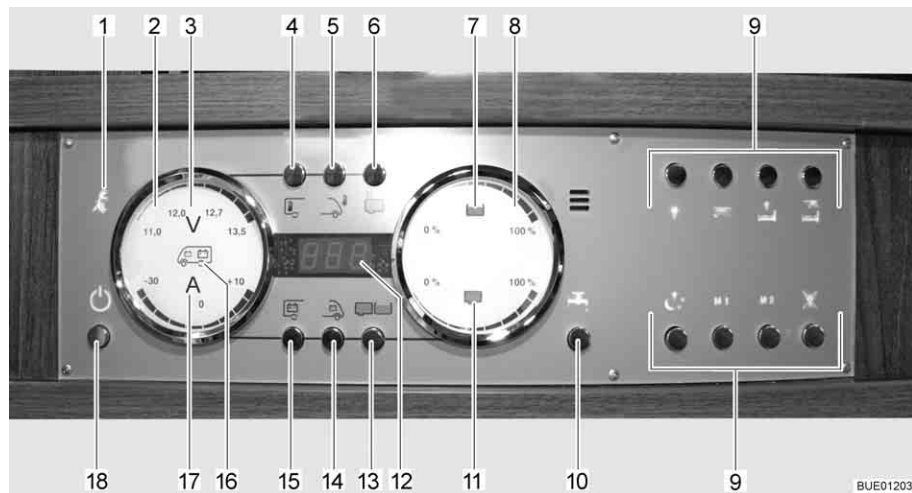

Bild 136 Panel LT 510
230 V-kontrollampan (Bild 136,1) lyser när nätspänningen ligger på elblockets ingång.
Med huvudbrytaren 12 V (Bild 136,18) kopplas panelen och bodelens 12 V-försörjning till eller från.
- Tryck kort på knappen 12 V-försörjning (Bild 136,18). 12 V-försörjningen för bodelen är påslagen. Kontrolllampan "12 V" lyser.
- ▷ Efter aktivering av försörjningen: om lysdioden "11,0" för voltindikeringen samt symbolen volt "V" (Bild 136,3) på indikeringsinstrumentet för batterierna (Bild 136,2) blinkar är bodelsbatteriets spänning för låg. Ladda batteriet.
- ▷ Efter aktivering av försörjningen: om kontrolllampan "12 V" och symbolen volt "V" (Bild 136,3) blinkar tre gånger är batterifrånkopplingen aktiverad. Avaktivera batterifrånkopplingen.
- Tryck kort på knappen 12 V-försörjning (Bild 136,18). 12 V-försörjningen för bodelen är avstängd. Kontrolllampan "12 V-försörjning" slocknar.
- Tryck på knappen bodelsbatteri (Bild 136,15) och håll den intryckt i ca 10 sekunder. Symbolen volt "V" (Bild 136,3) och kontrolllampan "12 V" blinkar tre gånger. Bodelsbatteriet är frånkopplat från 12 V-nätet.
- Tryck på knappen 12 V-försörjning (Bild 136,18) och håll den intryckt i ca 5 sekunder. Symbolen volt "V" (Bild 136,3) och kontrolllampan "12 V" blinkar tre gånger. Bodelsbatteriet är anslutet till 12 V-nätet. Kontrolllampan tänds efter ca 5 sekunder.
- Tryck på knappen bodelsbatteri (Bild 136,15). Symbolen volt "V" (Bild 136,3) lyser. Symbolen ampere "A" (Bild 136,17) lyser vitt eller rött beroende på laddning eller urladdning. Bodelsbatteriets spänning och ström visas via lysdioderna på indikeringsinstrumentet.
- Tryck på knappen startbatteri (Bild 136,14). Symbolen volt "V" (Bild 136,3) lyser. Startbatteriets spänning visas via lysdioderna på indikeringsinstrumentet.
- Tryck på knappen tank (Bild 136,13). Symbolerna vattentank (Bild 136,7) och avloppstank (Bild 136,11) lyser. Nivån i vattentanken (övre skala) och i avloppstanken (nedre skala) visas via lysdioderna på indikeringsinstrumentet.
Tanklarm Symbolen vattentank (Bild 136,7) eller symbolen avloppstank (Bild 136,11) blinkar när vattentanken är tom eller när avloppstanken är full.
Via den digitala indikeringen (Bild 136,12) kan innetemperaturen och utetemperaturen avläsas.